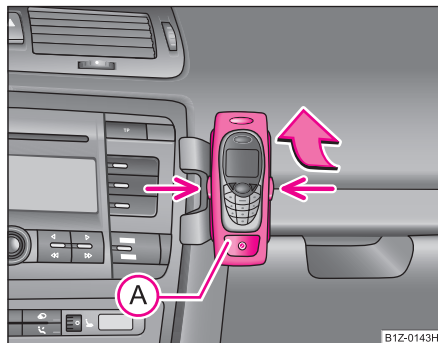

Fig. 146 Preparación universal para el teléfono
- Introducir primero el adaptador (A) en el soporte en el sentido de la flecha ⇒ fig. 146 hasta el tope. Presionar ligeramente el adaptador hacia abajo hasta que se enclave de modo seguro.
- Montar el teléfono en el adaptador (A) (según las instrucciones del fabricante).
- Presionar al mismo tiempo los enclavamientos laterales del soporte y sacar el teléfono con adaptador ⇒ fig. 146.